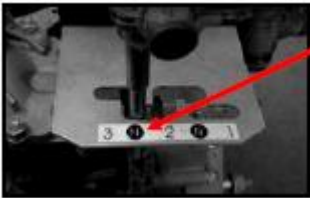

FIGURE 8 (la lettre "N" indique la position neutre)
- ① Placer la tige de changement de vitesses en position neutre (voir figure 8)